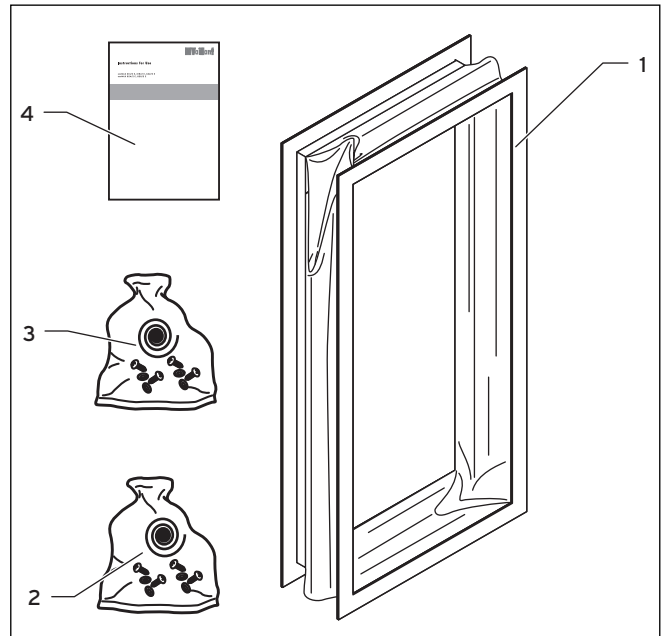

Abb. 3.1 Lieferumfang Segeltuchstutzen
- Überprüfen Sie den Lieferumfang anhand Abb. 3.1 und Tab. 3.1 auf Vollständigkeit.